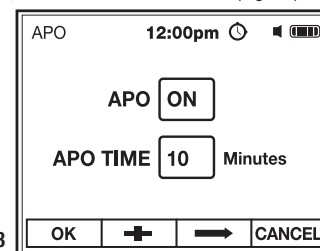

Fig. 23
2. Utilice el botón F3 ⇨ para seleccionar APO o APO TIME (resaltado en rojo), (Fig. 23).
3. Utilice el botón de función F2 + para ENCENDER o APAGAR el APO o ajustar el temporizador de APO (máx. 30 min), (Fig. 23).
4. Pulse el botón F1 OK para guardar el ajuste y volver a Ajustes del Medidor (Fig. 23).